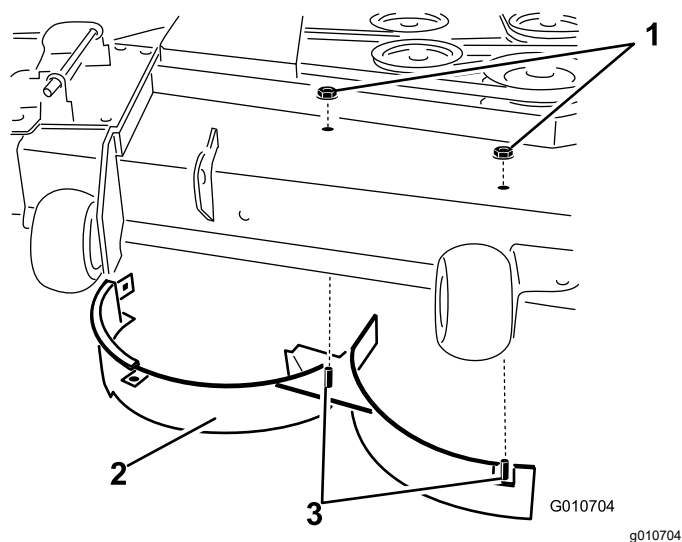

Figura 15
8. Retire las 2 contratuercas (5/16") que sujetan las clavijas soldadas del deflector derecho a la parte superior de la carcasa del cortacésped en las posiciones centro y centro derecha (Figura 15).